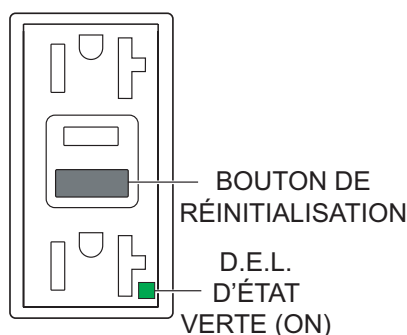

Figure 75. Réceptacle GFCI (ON/Restauration)
- Appuyez sur le **bouton RESET** (Figure 75) pour rétablir l'alimentation de la prise GFCI et vérifier que le voyant d'état est **ALLUMÉ (VERT)**.